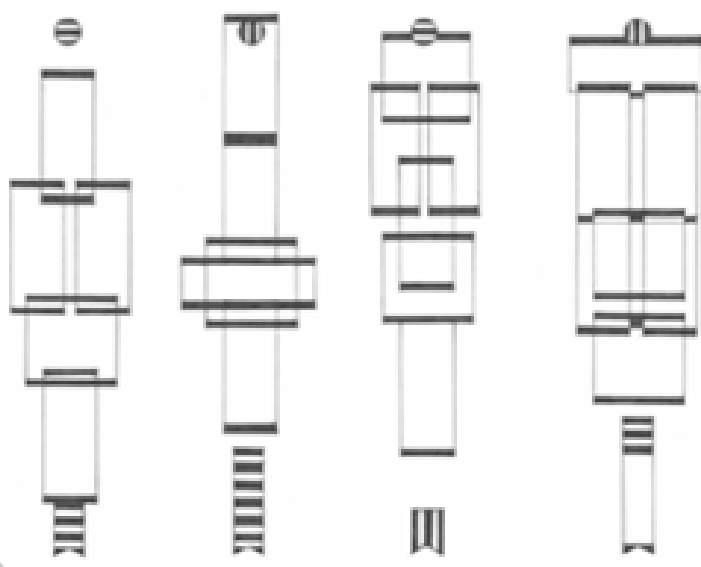

Рисунок 1 – Принцип наложения
- наложение (перекрываются некоторые части, фрагменты форм)(рисунок 1);